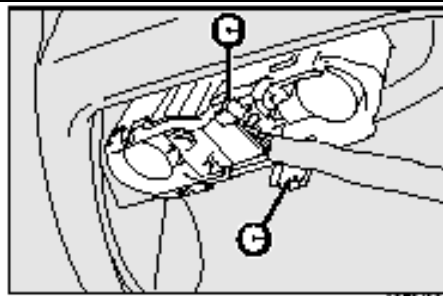

рис.34
- Опустить дверцу и вынуть патрон нажатием на фиксаторы **C** – **рис.34**
- Установить на место блок патронов и правильно закрепить его при помощи фиксатора **C** – **рис.34**;
- ❑ Опустить дверцу и вынуть патрон нажатием на фиксаторы **C** – **рис.34**
- ❑ Установить на место блок патронов и правильно закрепить его при помощи фиксатора **C** – **рис.34**;